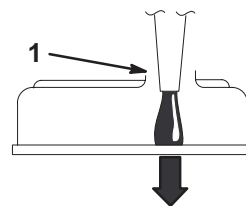

**Figure 43**
- Retirez le bouchon de remplissage d'huile en haut du moteur (Fig. 43). Cela facilitera la vidange de l'huile.
- Retirez le bouchon de remplissage et la jauge (Fig. 43).